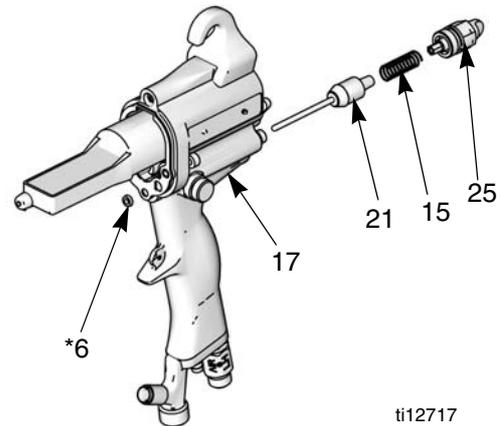

Fig. 21. Vanne d'air
3. Retirez la vanne de régulation du fluide (25) de la poignée (17). Retirez le ressort (15). Consultez la FIG. 21.